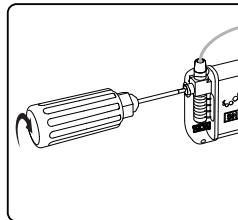

Figura 6. Fissare l'elettrocattetere serrando la vite di fermo in senso orario sul manicotto di ritenzione
5. Inserire completamente il cacciavite torsiometrico nel foro del blocco connettore del neurostimolatore. Serrare la vite di fermo girando il cacciavite torsiometrico in senso orario fino allo scatto (**Figura 6**).